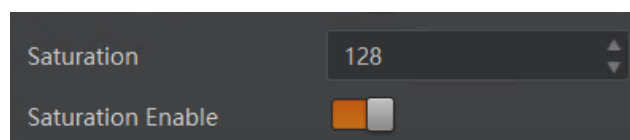

图12-9 调节饱和度
2. 调节 *Saturation* 参数的数值，范围为 0 ~ 255，如图 12-9 所示。